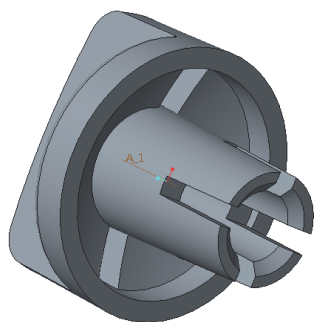

图 12-27 拉伸切除的效果
7) 单击“拉伸”选项卡中的  (完成) 按钮，得到的模型效果如图 12-27 所示。